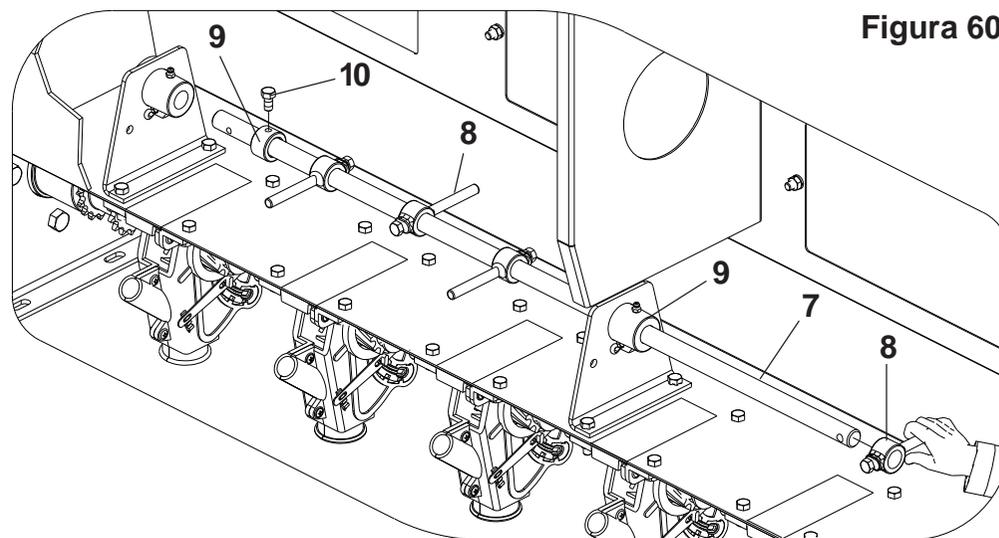

Figura 60
3 - Em seguida passe o eixo (7) por entre os mexedores (8), bucha (9) fixando com parafuso (10), **Figura 60**;